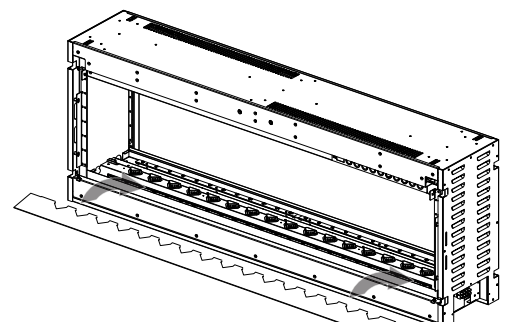

Fig. 4-8
- D. Installez le plateau à média. Assurez-vous de NE RÉINSTALLER PAS les vis parce-qu'elles peuvent faibles plier le plateau à média lorsqu'il est chauffé (Fig. 4-8).